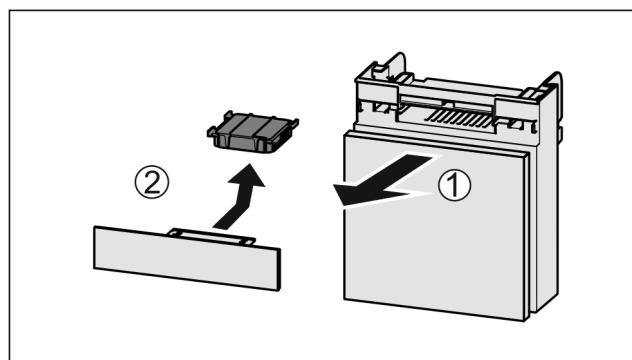

Fig. 118
- ▶ Estrarre il vano tirando in avanti Fig. 118 (1).
- ▶ Rimuovere il filtro a carboni attivi Fig. 118 (2).